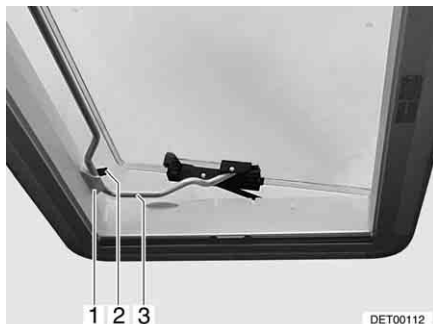

Fig. 69 Oblò Heki in posizione di ricircolo d'aria 2
- Inserire la staffa (Fig. 69,3) nel supporto (Fig. 69,1).
- Sistemare la leva (Fig. 69,2) sulla staffa.